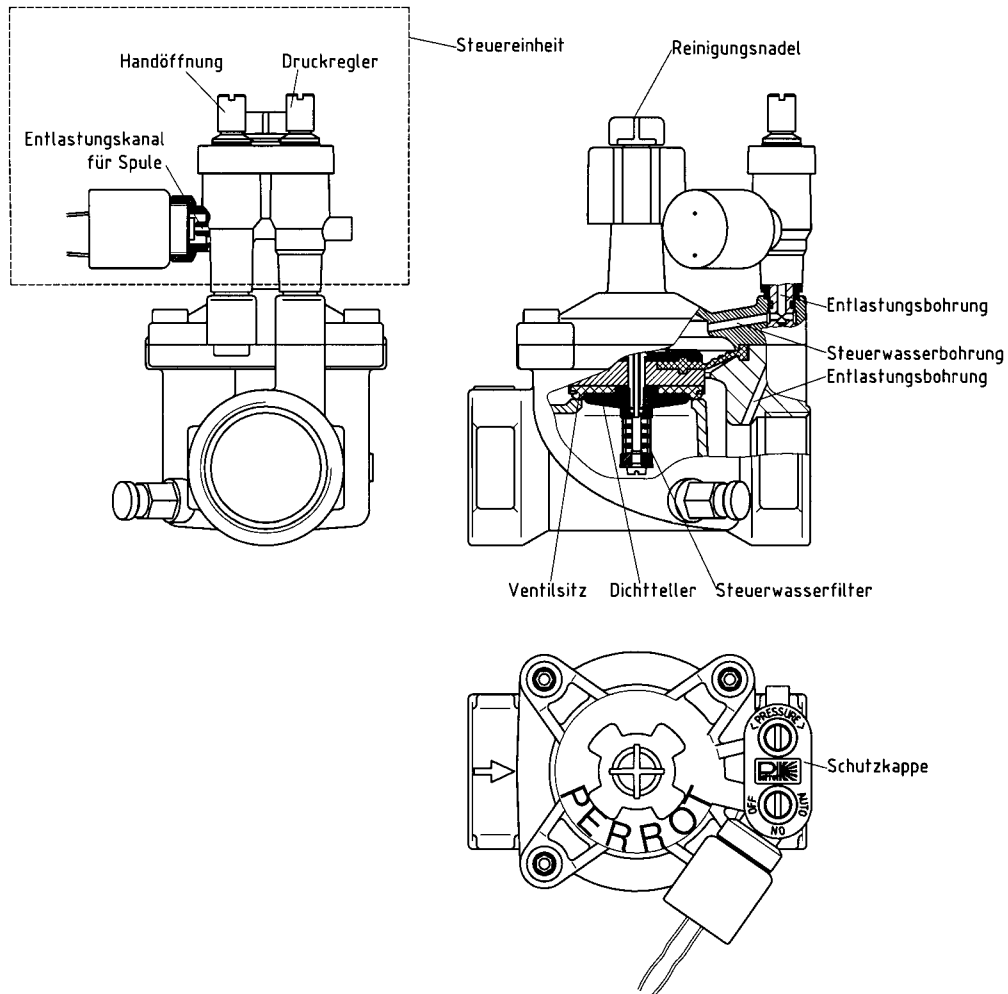

Abbildung 4
7. Betriebsstörungen + Behebung (Abb.4)